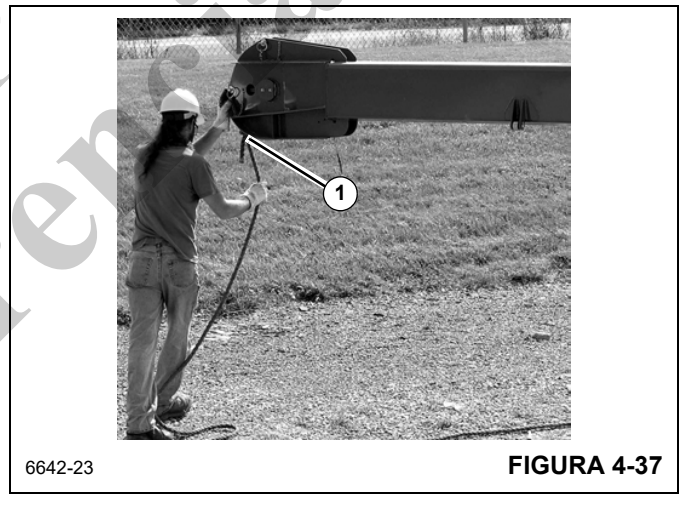

FIGURA 4-37
2. Fije el cable guía a la punta de la sección de extremo (Figura 4-37).